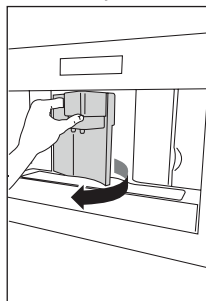
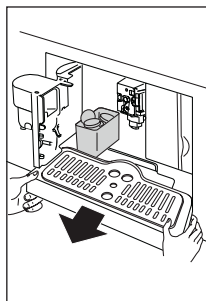

Fig. 23
Fig. 24
- ▶ Ouvrir la porte de service sur l'avant de l'appareil (Fig. 23), extraire l'égouttoir (Fig. 24) et le nettoyer.